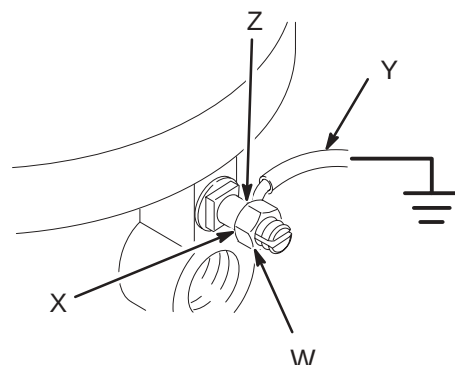

Fig. 1
- **Pumpe:** Bruk en jordledning og en klemme. Se Fig. 1. Løsne låsemutteren på jordingstappen (W) og skiven (X). Stikk den ene enden av en jordledning (Y), som er minst 1,5mm2, inn i slissen i tappen (Z) og trekk mutteren godt til. Koble ledningens andre ende til en god jordforbindelse. Oppgi del nr. 237–569 ved bestilling av jordledning og klemme.